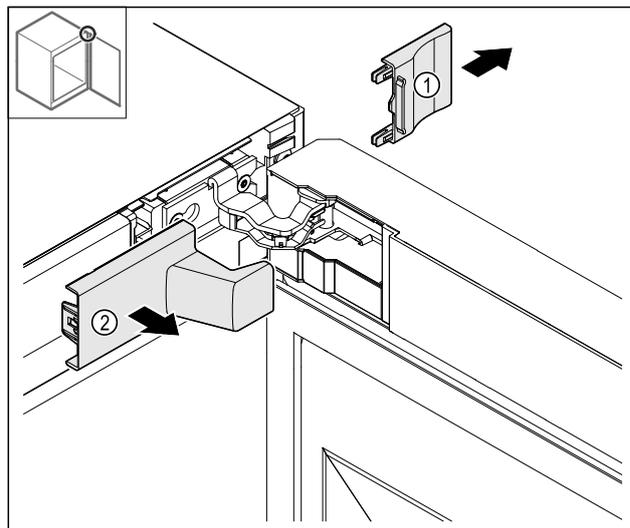

Fig. 14
- ▶ Rimuovere la copertura Fig. 14 (1) e poi Fig. 14 (2).